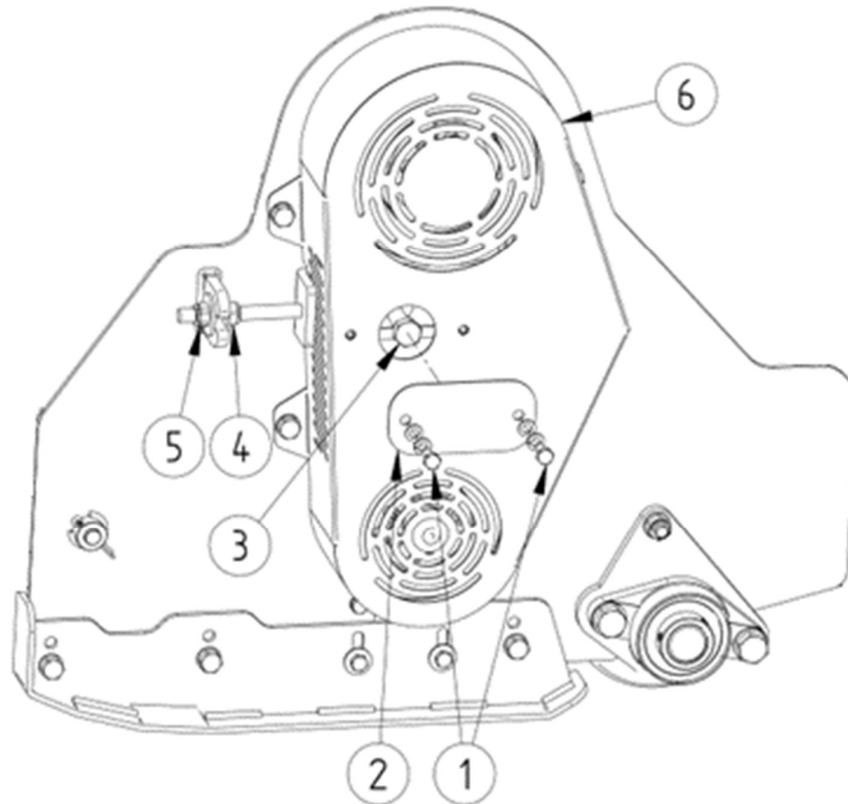

Abbildung 8. Schema der Riemenspannung
Die Arbeitswelle des Mulchers ECO ist mit Zerkleinerungswerkzeugen in Form von Schlegeln ausgestattet (Abbildung 8). Das Set besteht aus einer Schraube M14x90 (1), Distanzscheiben (2), einem Schlegel (3) und einer Mutter M14 (4).